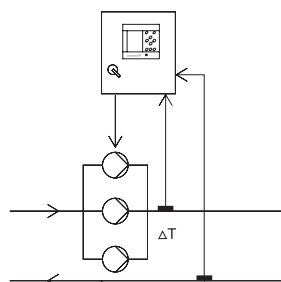

Рис. 16 Перепад температур
- Перепад температуры (два датчика температуры), см. рис. 16.